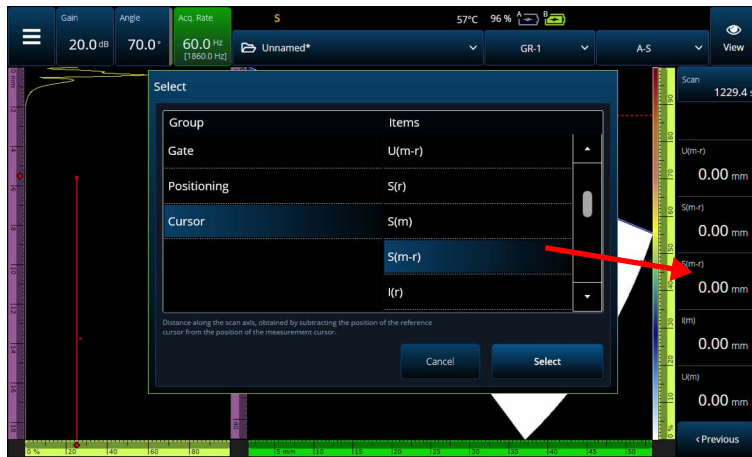

Figura 2-64 Exemplo de seleção de leitura
- b) Com **Select Reading** (selecionar leitura), você pode substituir uma leitura específica por qualquer das leituras disponíveis (Figura 2-64 na página 121).